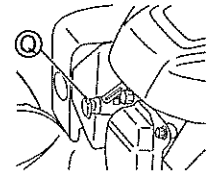

Fig. 30
- 1 Enlevez le Capuchon de bougie (Q). (Voir Fig. 30)